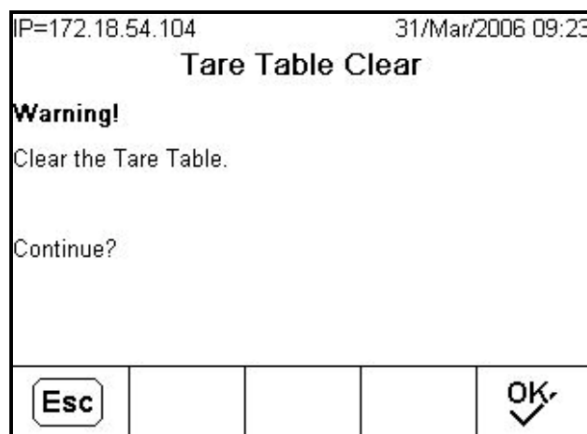

Figure C-15: Écran d'avertissement Clear Tare Table
1. Appuyez sur la touche programmable SUPPRIMER **C** lorsque vous affichez la première page de la configuration du tableau dans Setup et en allant à Application > Memory > Tare Table. L'écran illustré sur la Figure C-15 s'affiche.